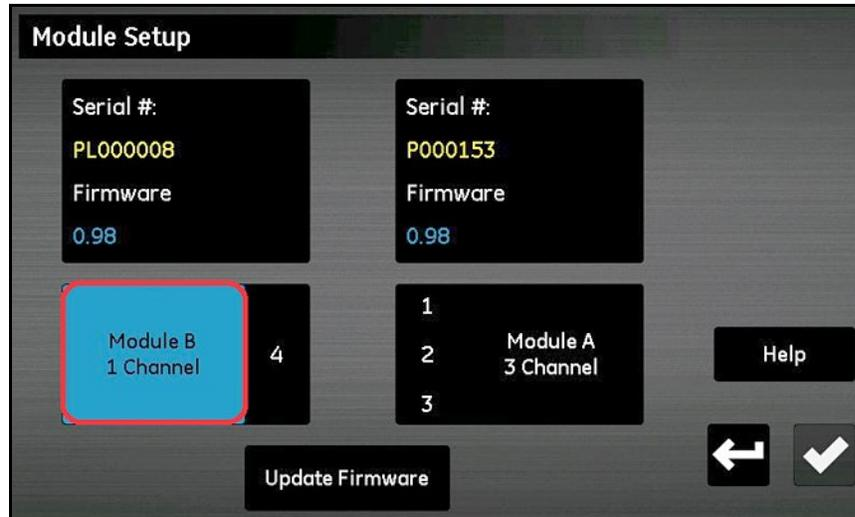

Abbildung 95: Modulauswahl
5. Tippen Sie auf das Modul, dessen Firmware Sie aktualisieren möchten. Das Modul wird blau hervorgehoben und die Schaltfläche **Firmware aktualisieren** wird aktiv (siehe *Abbildung 95* unten). Wenn die Schaltfläche **Firmware aktualisieren** ausgegraut ist, vergewissern Sie sich, dass der USB-Speicherstick ordnungsgemäß in den USB-Anschluss eingesteckt ist.